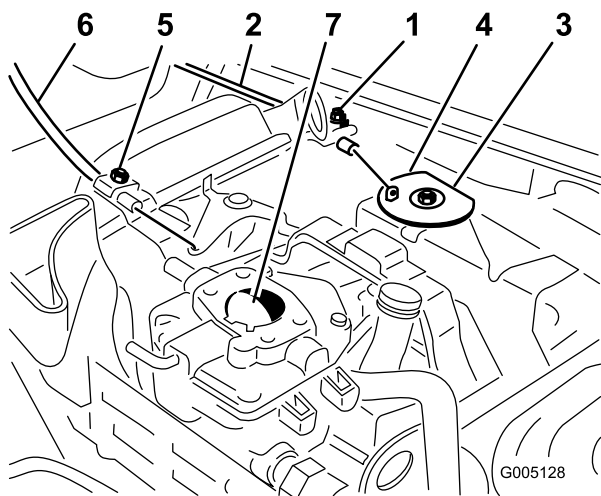

Figura 50
1. Liberte o parafuso que fixa o cabo ao motor (Figura 50).
- Puxe o cabo do regulador até que a zona traseira da cavilha entre em contacto com o batente (Figura 50).
- Liberte o parafuso que fixa o cabo ao motor (Figura 50).
- Puxe o cabo do ar até que a borboleta se encontre completamente fechada e em seguida aperte o parafuso de fixação do cabo (Figura 50).